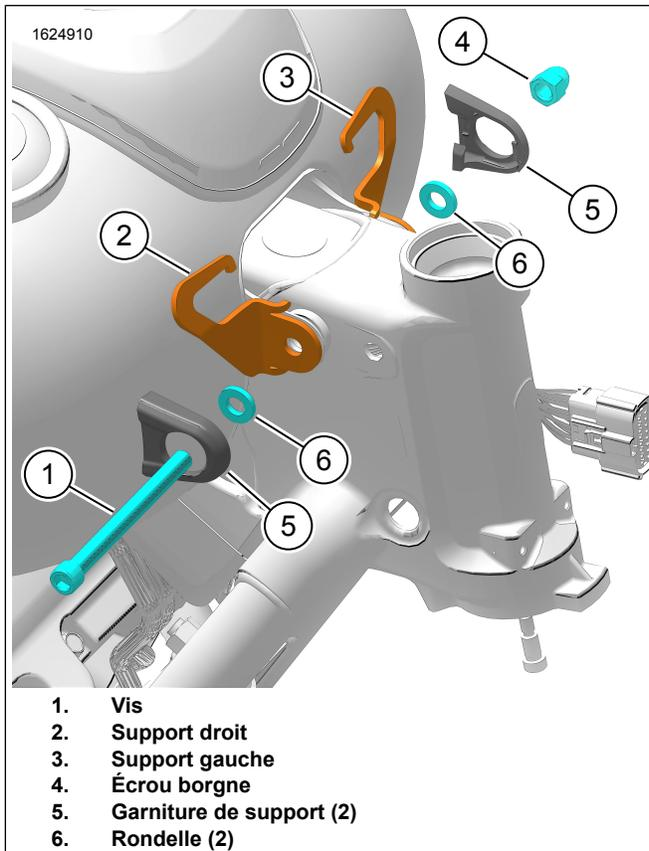

Figure 2. Installation du support
1. Figure 2 Retirer l'écrou borgne (4).
2. Déposer la vis (1).
3. Éliminer les morceaux de garniture du support (5) et les rondelles (6).
1. Figure 2 Installer les supports droit et gauche (2, 3).
2. Installer la vis (1) et l'écrou borgne (4). Serrer.